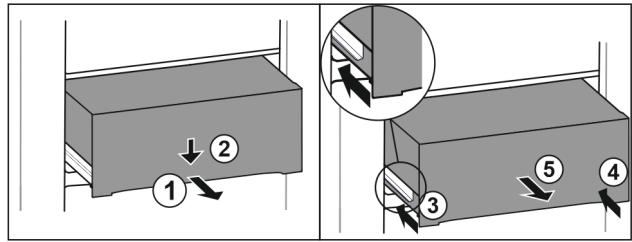

Fig. 144
- Schubfach halb herausziehen. Fig. 144 (1)
- Schubfach an der Vorderseite nach unten drücken. Fig. 144 (2)
- Linke Schiene etwa 2 cm einschieben. Fig. 144 (3)
- Rechte Schiene etwa 2 cm einschieben. Fig. 144 (4)
- Schubfach nach vorne entnehmen. Fig. 144 (5)